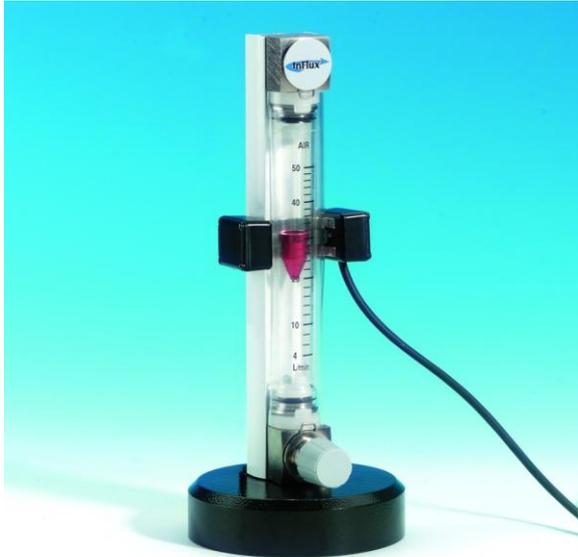

Bild 1
Das Alarmmodul ist wie im Bild 1 dargestellt am Schwebekörpermessgerät montiert:
3. Legen Sie den Alarm wie in Bild 1 ein, mit dem Kabel rechts nach unten gerichtet, indem Sie die beiden Seiten des Alarmmoduls zusammendrücken und in der Rückplatte befestigen.